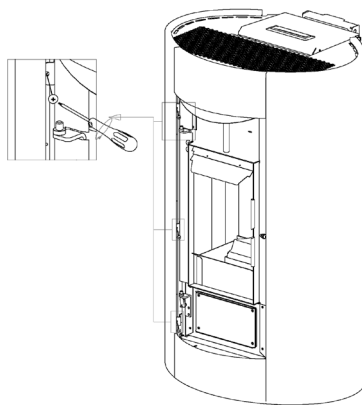
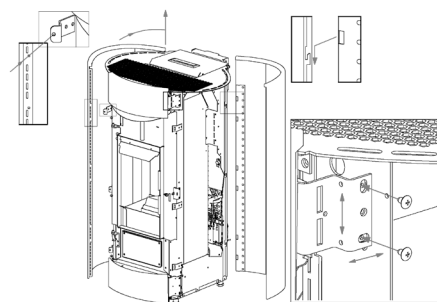

Fig. 59 - Zęby do zahaczenia
Fig. 60 - Regulacje
- Podczas montażu postępować w odwrotnej kolejności, z możliwością wyregulowania osłonek przednich zarówno pionowo, jak i poziomo, aby wyrównać je ze ściankami (patrz **Fig. 59** i **Fig. 60**).